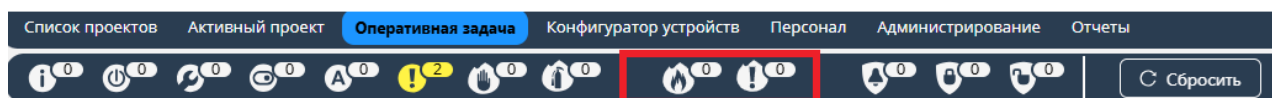

Рисунок 9.178 – Компонент «Пожарная подсистема»
– компонент **«Пожарная подсистема»** содержит устройства, находящиеся в состоянии «Пожар» и «Внимание» в соответствии с рисунком Рисунок 9.178.